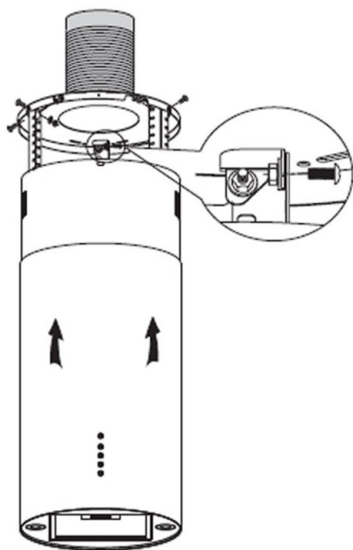

Рисунок 8
9. Установите прибор и вытяните вентиляционную трубу из потолка. Затем с помощью 6 винтов M4x10, гаек M4 и шайбы прикрепите угловой элемент прибора к подвесной доске. См. рисунок 8.